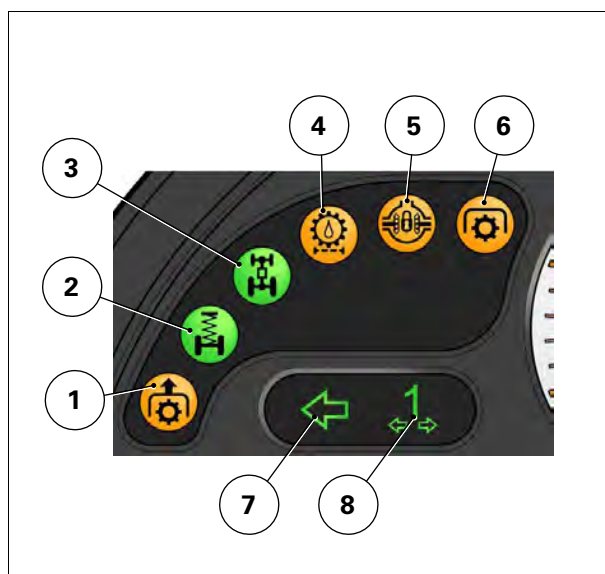

Рис. 4.
- (3) Панель световых индикаторов работы MOM/подвесного переднего моста/блокировки дифференциала/давления трансмиссионного масла рис. 4.